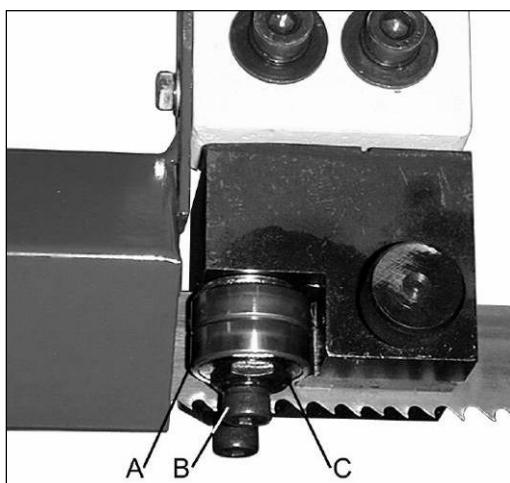

Рис.9
Ослабьте стопорные винты (B, рис. 9). Поворачивайте эксцентриковый вал (C), пока зазор между полотном не составит 0,05 мм.